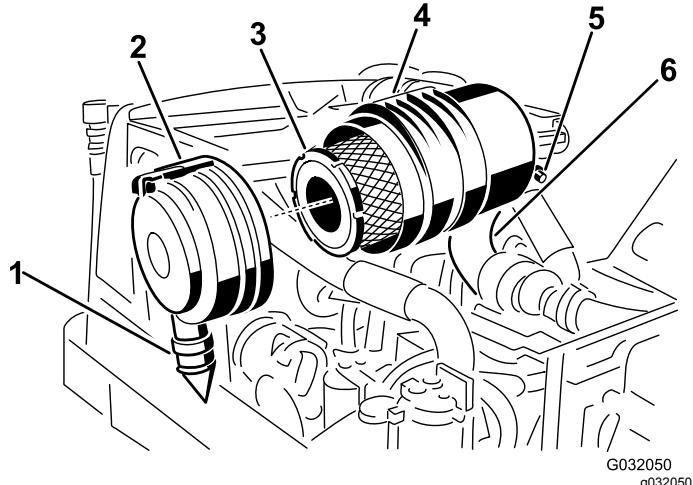

Рисунок 45
- Снимите фильтр грубой очистки (Рисунок 45).
3. Замените фильтр грубой очистки (Рисунок 45).
7. Установите крышку так, чтобы резиновый выпускной клапан находился в нижнем положении — примерно между «5 и 7 часами» при взгляде с торца, и зафиксируйте защелку (Рисунок 45).